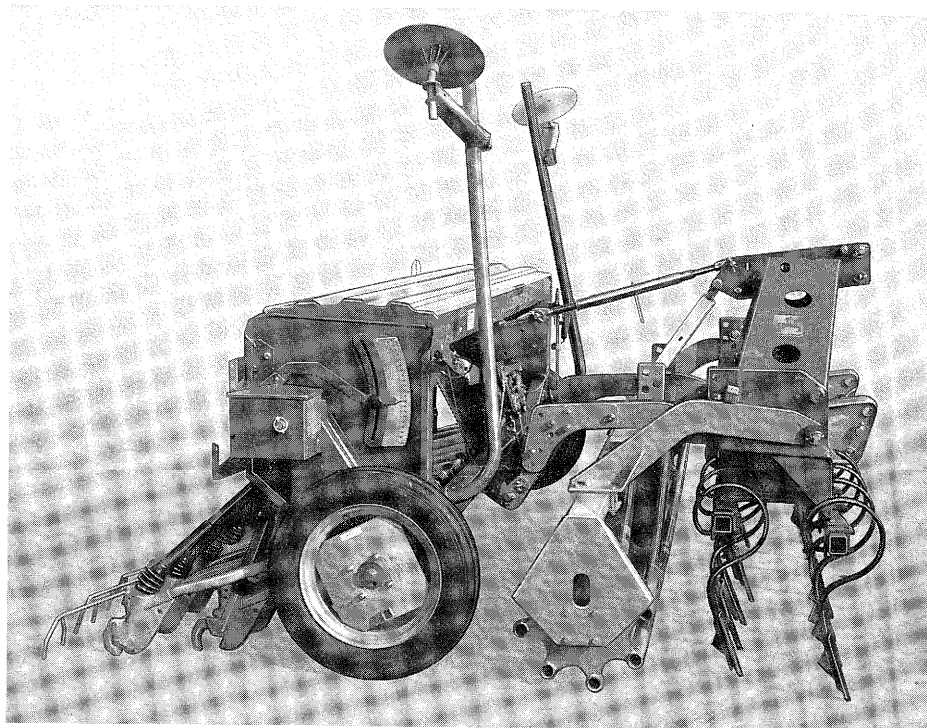
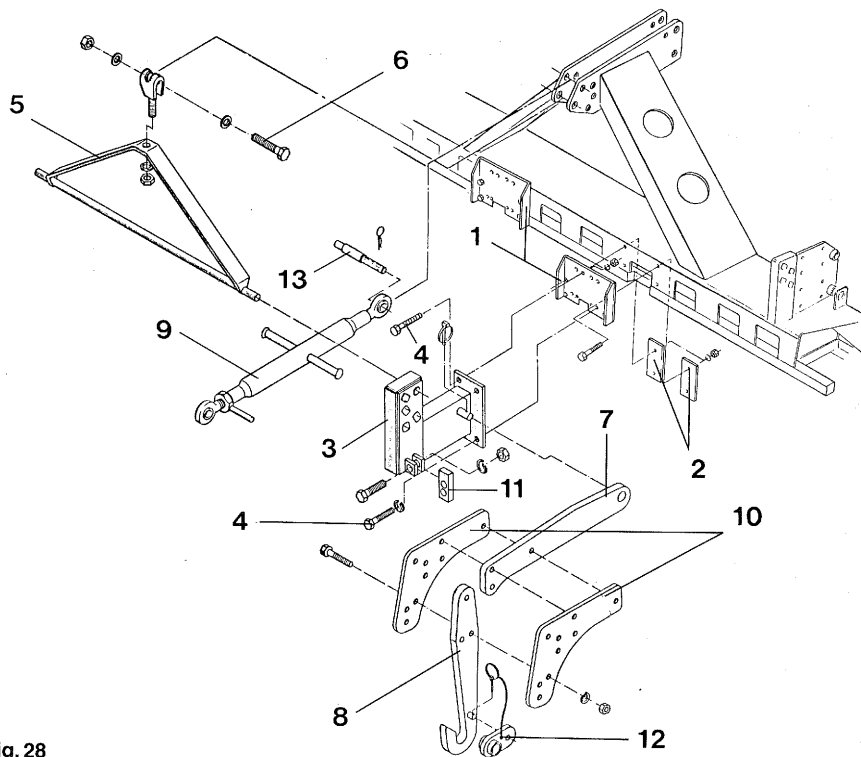
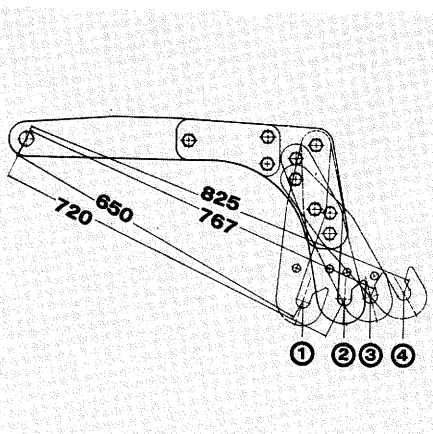

Fig. 26
Fig. 28
Fig. 29
Pour utiliser le VIBRAZONE avec un semoir AMAZONE, il faut les relier au moyen de jonctions réglables (fig. 28). Les figures 26 et 27 représentent la combinaison VIBRAZONE VE 301, rouleau de jauge et semoir AMAZONE D8-30 SPECIAL avec les jonctions réglables.
- Visser à l'extérieur du châssis deux plaques de fixation (fig. 28/1) avec pour chacune d'elles deux renforts (fig. 28/2).
- Fixer à gauche et à droite les supports de réglage rallongés (fig. 28/3) en les vissant sur les plaques de fixation (fig. 28/1) avec des vis 6 pans M12x35 (fig. 28/4). Fixer aussi en même temps le cadre de renfort (fig. 28/5) entre les supports de réglage.
- Fixer le cadre de renfort à la chape d'attelage supérieure du VIBRAZONE au moyen de la vis 6 pans M20x100 (fig. 28/6).
- Le bras d'attelage inférieur (fig. 28/7), le bras d'attelage rapide (fig. 28/8) et le tirant supérieur (fig. 28/9) peuvent chaque fois être fournis en deux versions.
Utiliser les bras d'attelage inférieurs (fig. 28/7) et les bras d'attelage rapide (fig. 28/8) comme indiqué à la fig. 29. Possibilité de réglage de la course du tirant supérieur (fig. 28/9) : mini : 560 mm ; maxi. : 820 mm.
- Fixer les plaques de réglage (fig. 28/10) au bras d'attelage inférieur (fig. 28/7).
- Visser le bras d'attelage rapide (fig. 28/8) de manière à ce que le semoir qui suit puisse être attelé tout près à l'arrière du rouleau-packer ou du rouleau de jauge et de sorte que les dents du rouleau-packer et les pneumatiques du semoir ne puissent se toucher. Pour cela, il est possible de procéder aux réglages suivants :
- a) Combinaison avec rouleau-packer PW 420 : se reporter à la fig. 29
- Régler la position de la butée (fig. 28/11) de manière à ce que les bras d'attelage rapide puissent accrocher les tourillons d'attelage inférieurs du semoir.
- Accrocher les bras d'attelage rapide (fig. 28/8) aux tourillons d'attelage inférieurs du semoir, glisser de chaque côté les sécurités (fig. 28/12) sur les tourillons des bras d'attelage inférieurs et goupiller au moyen de goupilles agricoles. Peuvent être attelés, les semoirs avec bras d'attelage inférieur cat. II.
- Fixer le tirant supérieur cat. I (fig. 28/9) à la chape d'attelage supérieure du semoir et de l'outil de préparation de sol en utilisant les axes (fig. 28/13) ; verrouiller en sécurité puis mettre le semoir d'aplomb.